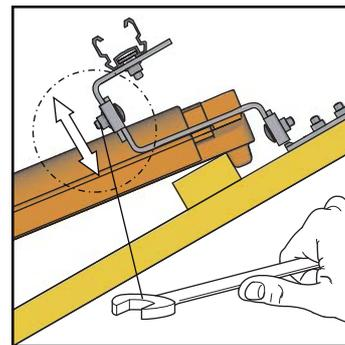
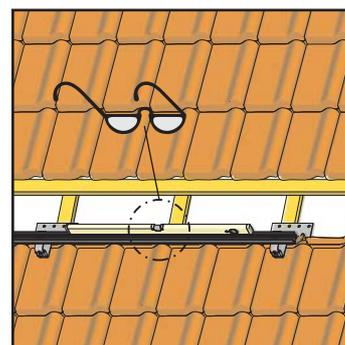

Fig. 3-11 Réglage de la hauteur des crochets
Fig. 3-12 Alignez les profilés horizontalement selon le raccordement ou avec une légère inclinaison
12. Alinez le rail en hauteur (fig. 3-11 et fig. 3-12).